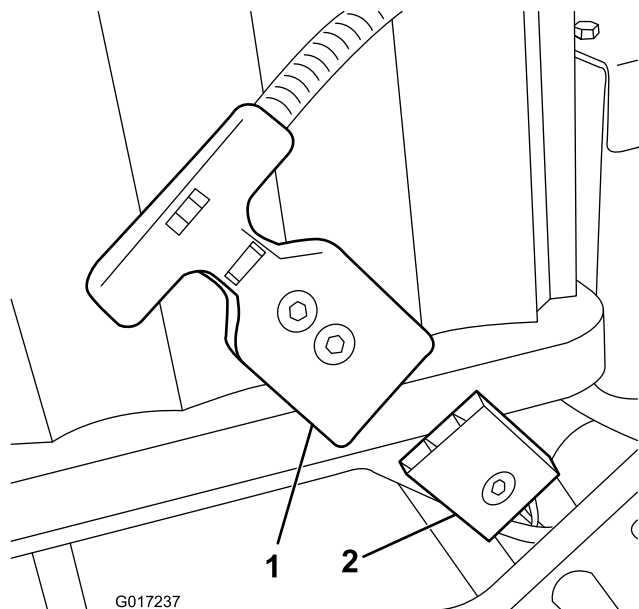

図 13
**注** バッテリーパックを取り付けたままの状態ではバッテリーパックのソケットとマシンのワイヤハーネスを接続できない場合には、先にハーネスの接続を行い、それからバッテリーパックを取り付けるようにしてください。バッテリーのベースから主電源コネクタ（図 13）を外す。説明にしたがってバッテリーにコネクタを取り付ける。バッテリーをベースに取り付け、付いているワイヤハーネスを対応する穴に
15. メインのワイヤハーネスからのT字コネクタを、バッテリーのベース部にある主電源コネクタに接続する（図 13）。